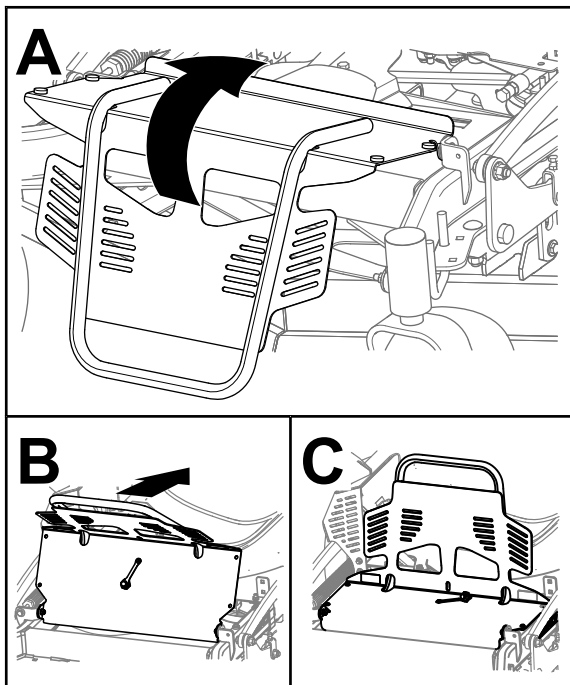

Figure 23
1. Ramenez la protection du moteur en place, comme montré à la Figure 23.